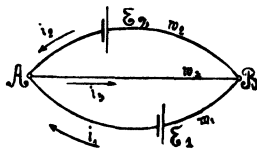

Fig. 24
96. Zwei Elemente, deren elektromotorische Kräfte E_1 und E_2 sind, werden, wie es die Fig. 24 zeigt, gegeneinander geschaltet. Der Widerstand von AE_1B sei w_1 , der von AE_2B sei w_2 und der von $AB = w_3$. Wie groß sind die Ströme i_1, i_2, i_3 ?
Zu b): Beim Brennen der Lampen gilt die durch Fig. 24 dargestellte Stromverzweigung, und in die Gleichungen IV, V und VI hat man einzusetzen $E_1 = 6$ V, $w_1 = 0,1$ Ω , $E_2 = 8$ V, $w_2 = 72$ Ω , $w_3 = 4$ Ω , und man erhält